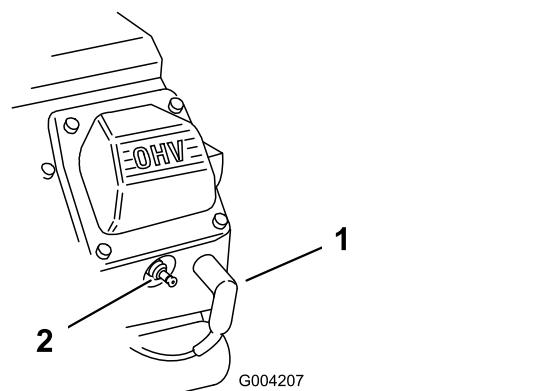

Bild 46
2. Ziehen Sie die Kabel von den Zündkerzen ab (Bild 46).
3. Stecken Sie die Kabel auf die Zündkerzen (Bild 46).